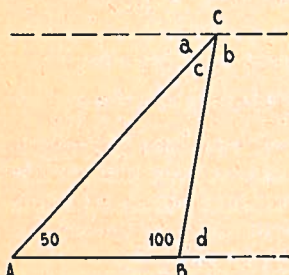

FIG. 1
4. Door C loopt een lijn  $\parallel$  AB. Hoe groot zijn de hoeken a, b en c tezamen en afzonderlijk? Hoe groot is hoek d? (zie fig. 1). Waarom is deze buitenhoek d gelijk aan de som van de beide niet aanliggende binnenhoeken CAB en ACB?